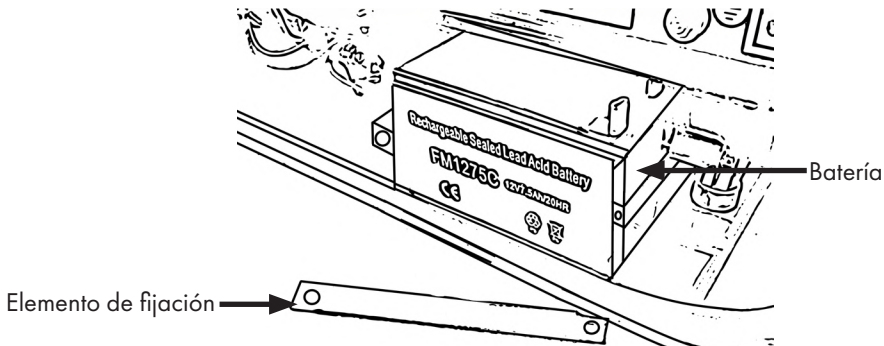

Figura 6
- Primero inserte la batería como se muestra en la figura 6 y fijela con los tornillos de la parte frontal.